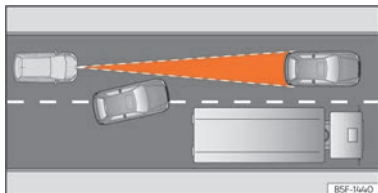

Fig. 108 Autovehicul schimbând benzile.
- Autovehicule care intră pe banda dumneavoastră la o distanță mică față de autovehiculul dumneavoastră »» fig. 108.